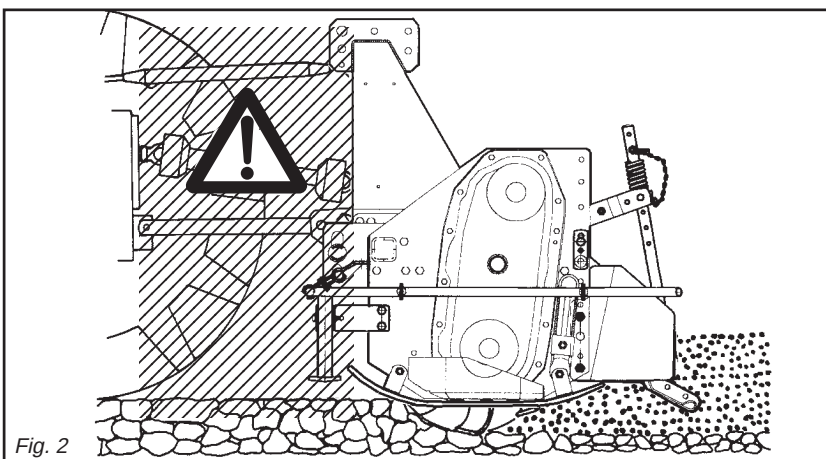

Fig. 2
- 24) *It is absolutely forbidden to stand between the tractor and the implement (Fig. 2) when the engine is running and the cardan shaft is engaged without having first engaged the hand brake and placed a block or stone under the wheels to prevent them from moving.*
- 24) Es ist absolut verboten, bei laufendem Motor und eingeschalteter Gelenkwelle zwischen den Schlepper und das Gerät zu treten (Abb. 2). Dazu muß die Feststellbremse gezogen werden und unter die Räder ein Bremskeil oder ein großer Stein gelegt worden sein.
- 24) *Il est absolument interdit de se mettre entre le tracteur et l'appareil (Fig. 2) quand le moteur est en marche et le cardan enclenché, sans avoir tiré le frein de stationnement et bloqué les roues avec une cale ou un caillou.*
- 24) Está terminantemente prohibido colocarse entre el tractor y el equipo (Fig. 2) con motor encendido y cardán insertado, o sin haber accionado el freno de estacionamiento y de colocar, debajo de las ruedas, una piedra u otro elemento de bloqueo.
- 28) È assolutamente vietato interporvi fra il trattore e l'attacco della zappatrice per manovrare il comando dall'esterno per il sollevamento (Fig. 2).
- 28) It is absolutely forbidden to stand between the tractor and the implement when manoeuvring the lift control from the outside (Fig. 2).
- 28) Es ist absolut verboten, zwischen den Schlepper und den Anschluß zu treten, um die Aushebung von außen zu betätigen (Abb. 2).
- 28) Il est absolument interdit de se mettre entre le tracteur et l'attelage pour manoeuvrer la commande de relevage de l'extérieur (Fig. 2).